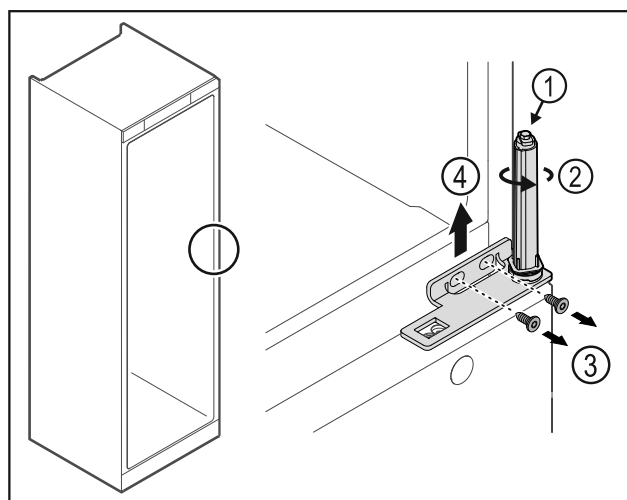

Fig. 26
- Nerozebírejte uzavírací systém dvířek Fig. 26 (1).
- Otáčejte uzavíracím systémem Fig. 26 (2), dokud nezacvakne.
- Povolte šrouby Fig. 26 (3), úhelník závěsu vyjměte směrem nahoru Fig. 26 (4).